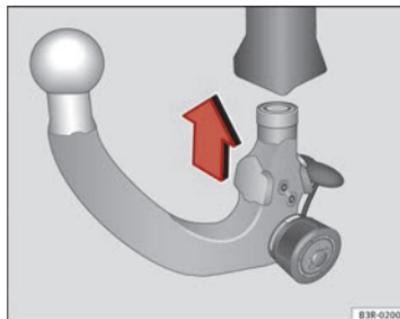

Fig. 156 Dispositivo de reboque desmontável: Colocar a rótula
- Coloque a rótula sob tensão no tubo de encaixe e faça pressão para cima no sentido que indica a seta ⇒ Fig. 156 ⇒ **Δ**. O processo de bloqueio é feito automaticamente. Nesse momento deve poder ouvir-se nitidamente um estalido de encaixe.